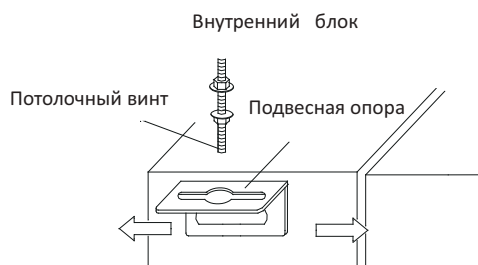

Рис.8.2
- 2) Как показано на Рис.8.2, установите подвесную опору на внутренний блок.